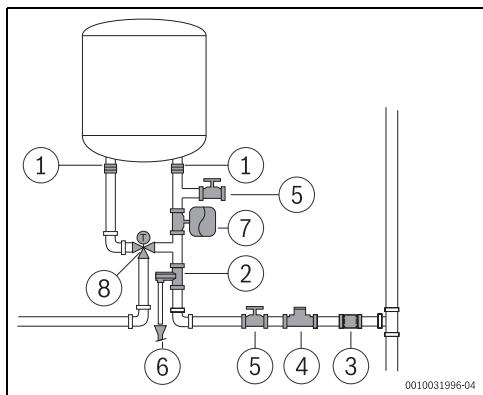

Fig. 15
- Recomendável instalar uma válvula termostática (Fig. 15, [8]) no tubo de saída do aparelho se forem utilizados tubos PEX. Deverá ser ajustado de acordo com o desempenho do material utilizado.
- Nunca instalar nenhum acessório (para além dos representados na Fig. 15) entre a válvula de segurança e a entrada de água fria (lado direito) do aparelho.
- instalar uma válvula redutora (Fig. 15, [4]). A válvula de segurança vai atuar sempre que a pressão da água no aparelho for superior a 8 bar ( $\pm 1$  bar), pelo que é necessário prever uma forma de canalizar o escoamento dessa água.
- instalar um vaso de expansão (Fig. 15, [7]) para evitar que a abertura da válvula de segurança seja tão frequente. O volume do vaso de expansão deve ser o equivalente a 5% do volume do aparelho.